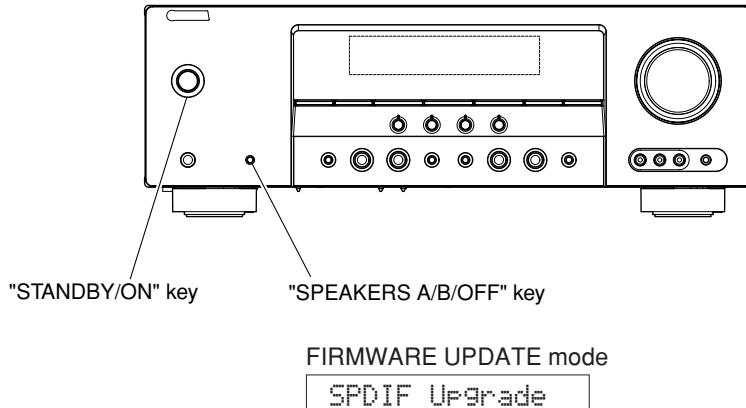

Fig. 2
2. While pressing the "STANDBY/ON" key and "SPEAKERS A/B/OFF" key of the main unit simultaneously, connect the power cable of the main unit to the AC outlet. (Fig. 2)
The FIRMWARE UPDATE mode will then be activated and "SPDIF Upgrade" is displayed. (Fig. 2)
2. 本機の“STANDBY/ON”キーと、“SPEAKERS A/B/OFF”キーを押しながら、本機の電源コードをACコンセントに接続します。(Fig. 2)
FIRMWARE UPDATEモードが起動し、“SPDIF Upgrade”が表示されます。(Fig. 2)